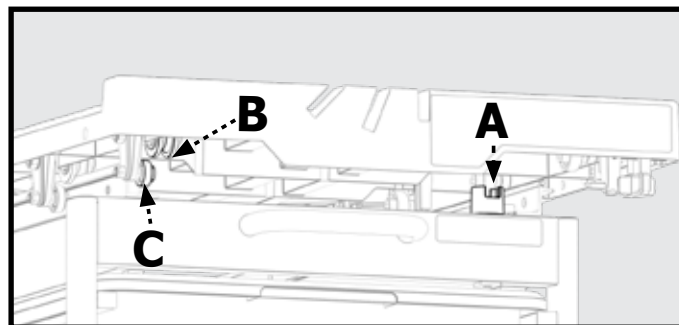

Figure 8
1. Assurez-vous que le verrou à rainure de la table (A) est desserré en position ouverte, comme illustré à la figure 8, de sorte que la rainure soit parallèle au sens de déplacement de la table.
2. Positionnez la table de travail (9) de manière à aligner les roulements de gauche, comme indiqué à la figure 8. Les plus gros rouleaux (B) doivent être guidés sur le dessus des rails, de même que les plus petits rouleaux (C) doivent être guidés sous les rails.